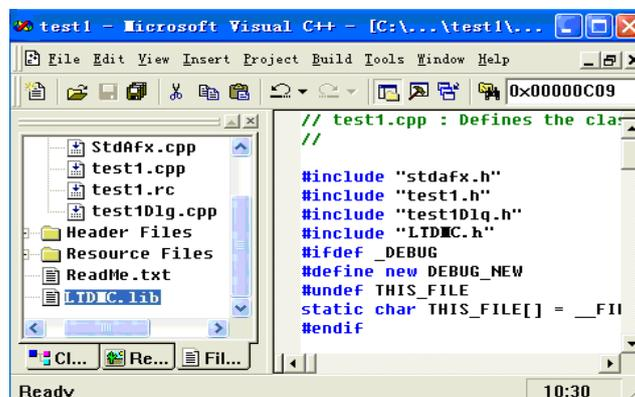

图 5.8 程序增加头文件
10) 打开 test1.cpp 文件，在程序开始部分添加相应语句：`#include "LTDMC.h"`，如图 5.8 所示。